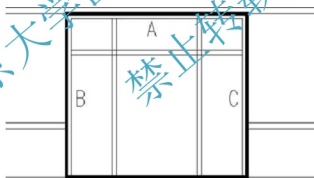

图 4.28 偏移生成中竖框
(5) 绘制中竖框：用【偏移】命令将 B 线向右偏移 675mm 后，再向右偏移 80mm，将 C 线向左偏移 675mm 后，再向左偏移 80mm，结果如图 4.28 所示。